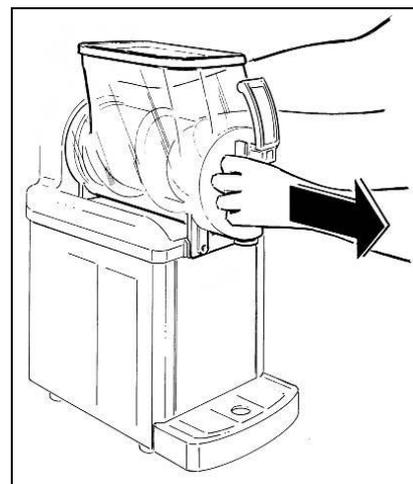

Fig. 7
- **T**irare la vasca verso l'esterno e liberarla dalla propria sede (fig.7).